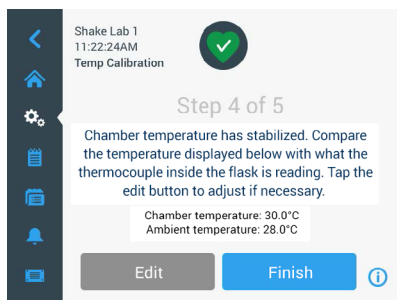

Рисунок 111: Калибровка: камера успешно стабилизировалась при температуре калибровки
На стабильное показание указывает сообщение **Температура в камере образцов стабилизировалась**, как показано ниже на Рисунок 111.
- » Как только отобразится экран, показанный на Рисунок 111, регулярно сравнивайте показания вашего термозлемента. Если вы считаете температуру стабильной, можно либо нажать на кнопку **Редактировать**, чтобы скорректировать температуру, либо на кнопку **Завершить**, чтобы завершить процесс калибровки.